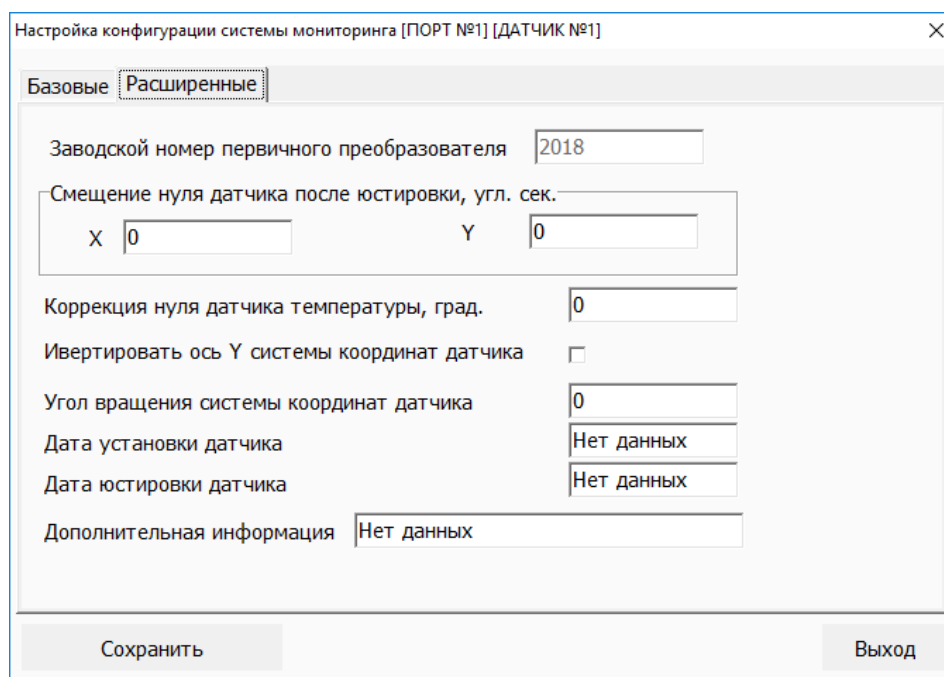

Рисунок 3.10
**Расширенные настройки датчика** производятся во вкладке <Расширенные> окна настройки датчика (см. рисунок 3.10).